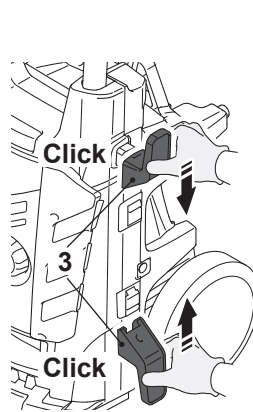

Fig. 1
- > Atașați cele două suporturi de cabluri de alimentare (3) la produs (Fig. 1). Asigurați-vă că este introdusă corect.